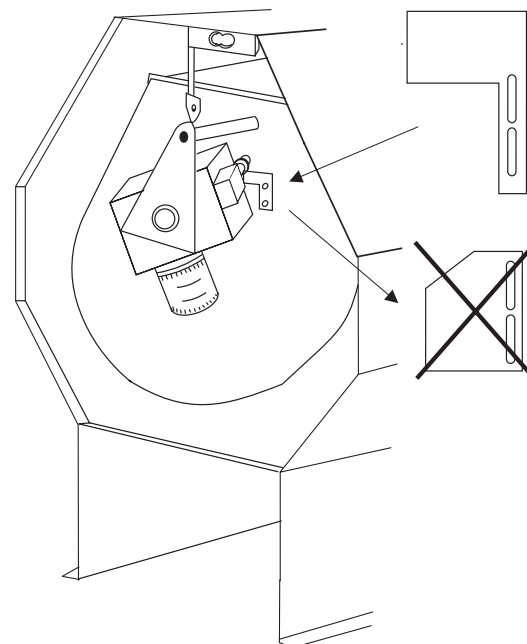

Fig 5.
5. Skift stopplade, se fig 5.
5. Replace stop plate, see fig. 5.
5. Stopplade auswechs., siehe Abb. 5.